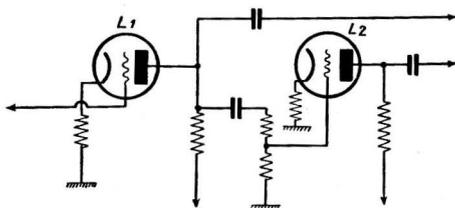

FIG. 1. — Dispositif de déphasage utilisé en Amérique.
Citons en premier lieu l'emploi d'une lampe déphaseuse spéciale, cher aux Américains (fig. 1). Cette lampe doit être réglée de manière à retrouver sur sa plaque des variations de tension égales à celles apparaissant sur la plaque de la lampe L_1 . Malheureusement le déphasage obtenu n'est jamais rigoureusement de 180° et il varie d'ailleurs avec la fréquence à cause de la présence des condensateurs dans les différents éléments de liaison.
FIG. 1. — Dans une triode de puissance on choisit le point de fonctionnement de telle façon que le courant au repos soit égal au quart du courant pour la polarisation nulle (I). La droite AB détermine la pente dynamique de la lampe et l'axe xy limite la partie rectiligne de la courbe.